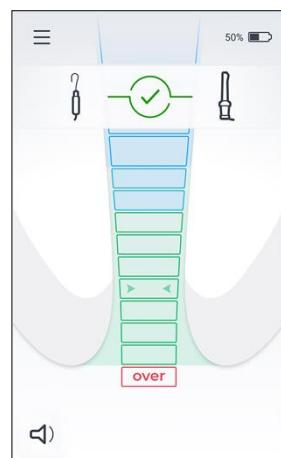

図 4
3. 「ケーブル接続テスト」アイコンが 画面に表示されるはずです (図 4 を参照)。